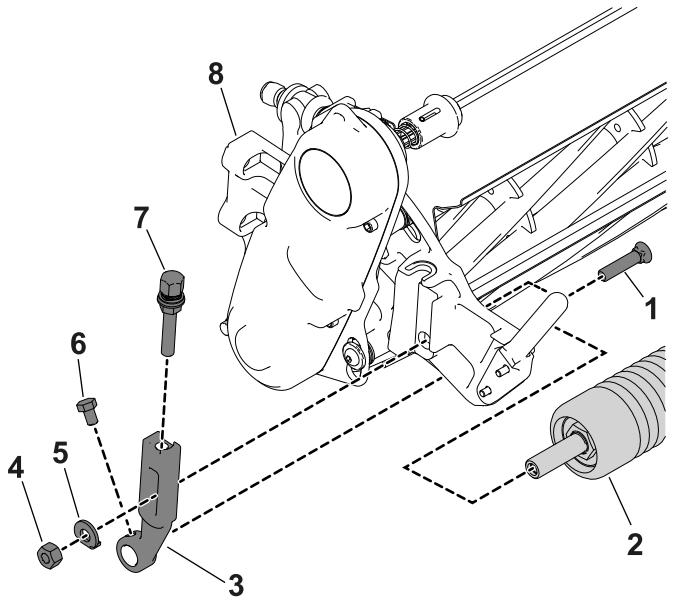

Рисунок 3
- Снимите лемешный болт, шайбу и фланцевую гайку, которые крепят один из рычагов регулировки высоты скашивания к боковой плите режущего блока (Рисунок 3).